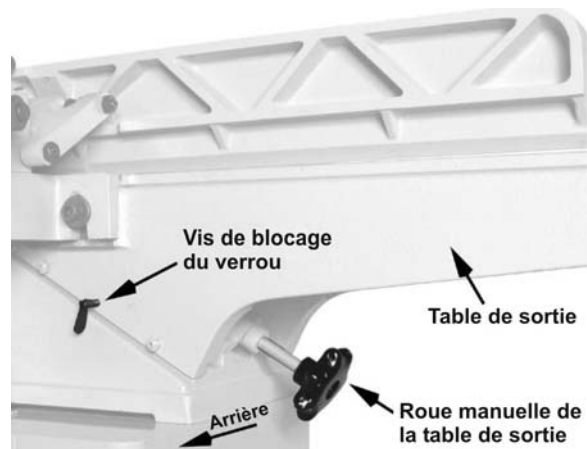

Figure 22
5. Desserrez les deux vis de blocage du verrou (Figure 22).
7. Verrouillez la table de sortie à cette hauteur en serrant la vis de blocage du verrou (Figure 22). Le réglage de la table de sortie est terminé.